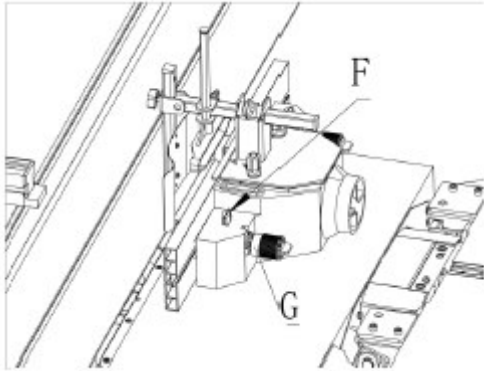

Abb.6-12: Einstellung des Fräsanschlags
1. Lösen Sie den Handgriff der Anschlagverriegelung (Abb. 6-12, Pos. F).
2. Drehen Sie den Einstellknopf für die Spindelverriegelung (Abb. 6-12, Pos. G), bis der Fräsanschlag die gewünschte Position erreicht hat.
3. Ziehen Sie den Handgriff der Anschlagverriegelung (F) wieder fest.